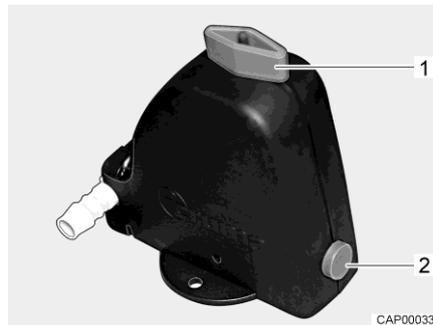
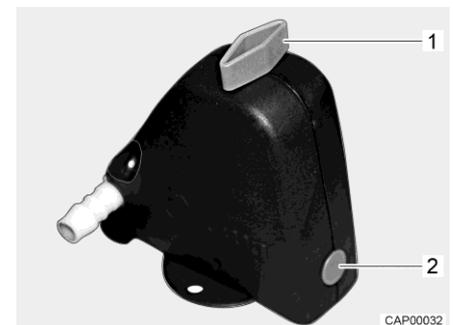

Fig. 121 Válvula de seguridad/purga abierta
Fig. 122 Válvula de seguridad/purga cerrada
- Cerrar la válvula de seguridad/purga. Para ello, girar el botón giratorio (Fig. 121,1) a la posición transversal en referencia a la válvula de seguridad/purga y hundir el botón (Fig. 121,2). La válvula de seguridad/purga cerrada se muestra en Fig. 122. A temperaturas inferiores a 6 °C, la válvula de seguridad/purga no se deja cerrar.